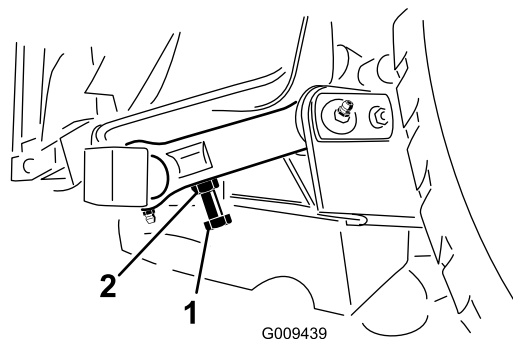

Figura 28
3. Para ajustar la distancia, localice el perno de ajuste del acoplamiento basculante trasero de la unidad de corte (Figura 28). Afloje la contratuerca del perno de ajuste. Afloje o apriete los pernos de ajuste hasta obtener una holgura de 10–16 mm, luego apriete la contratuerca.